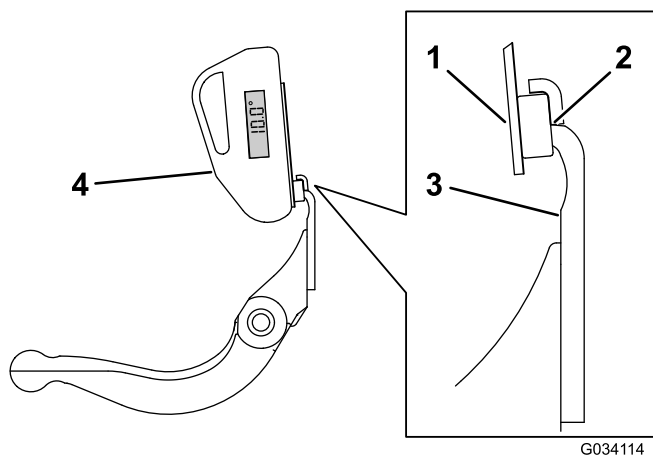

Figure 31
3. Placez l'indicateur d'angle sur le bord de la contre-lame, de manière à adapter le bord de l'aimant avec le bord de la contre-lame (Figure 31).
4. Placez l'indicateur d'angle sur le support, comme montré à la Figure 31.